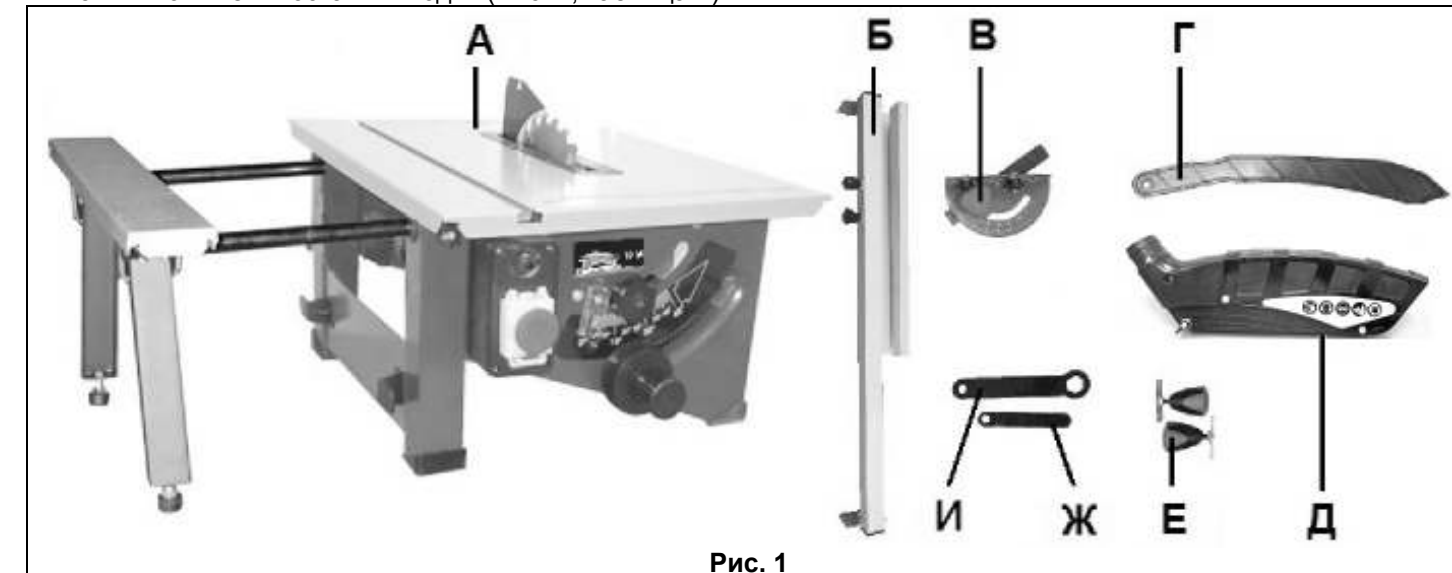

Рис. 1
3.1. В комплект поставки входит (Рис. 1, таблица 2)